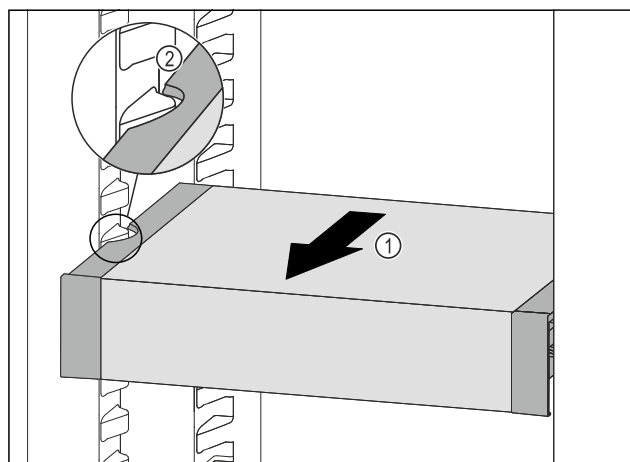

Fig. 87
- ▶ Predal VarioSafe povlecite v smeri naprej Fig. 87 (1), dokler nista stranska izreza predala VarioSafe na višini nastavka za posodo v hladilniku. Fig. 87 (2)